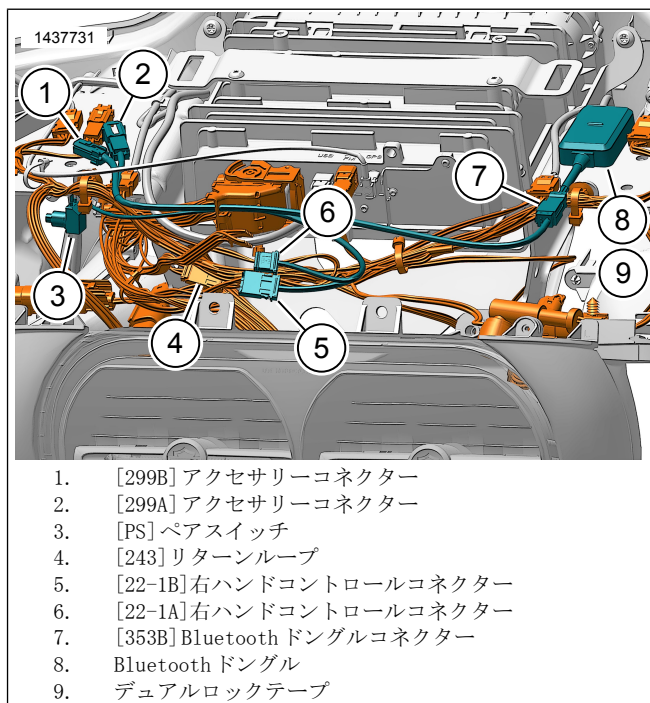

図15. フレームマウントフェアリングBluetooth Dongleハーネス (2014年-2016年)
1. 図15を参照してください。フェアリングの下でBluetooth Dongleハーネスを取り付けてルーティングします。